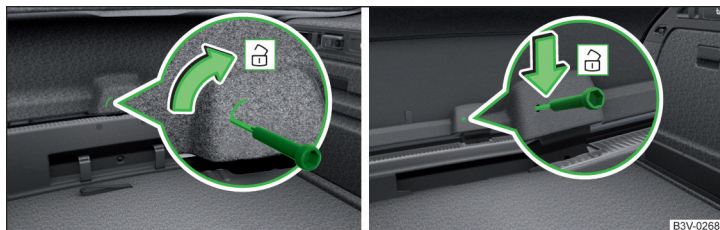

Fig. 355 Descuierea capotei: Varianta 1/varianta 2
- › Introduceți în degajarea, respectiv în decupajul din capitonaj capotei » fig. 355 o șurubelniță sau o altă unealtă asemănătoare, până la capăt.